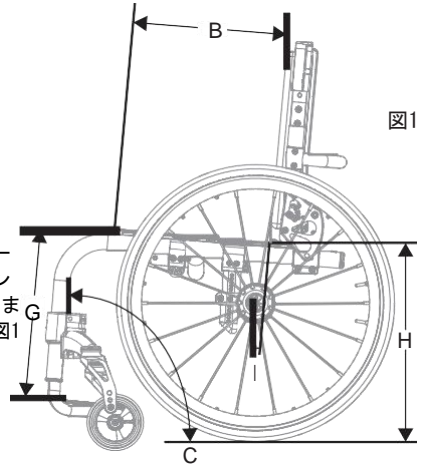
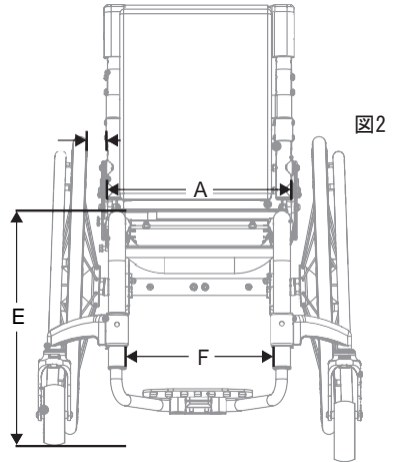

図1
図2
- A. 座幅 (図2参照)
- B. 座奥行 (図1参照)
- C. フロントフレーム角度 (図1参照)
スリングポジションが「0」の場合、スリングはフロントチューブから約4インチの位置にあります。1インチと2インチのスリングポジションは、スリングの前にあるフレームをその分伸ばします。-1は座シートを1インチ前方に押し出します。詳しくは、図1と図2を参照してください。
- 前座高 (図2参照)
- E. フットサポート幅 (図2参照)
フロントフレームチューブ内内の数値。フットサポートの幅は、座幅ごとに以下の図1の通りリストされています。
- F. 座面からフットプレートの距離 (図1参照)
- G. 後座高 (図1参照)
- H. 車軸ポジション設定 (図1参照)
- I. リアホイールスペース (図2参照)